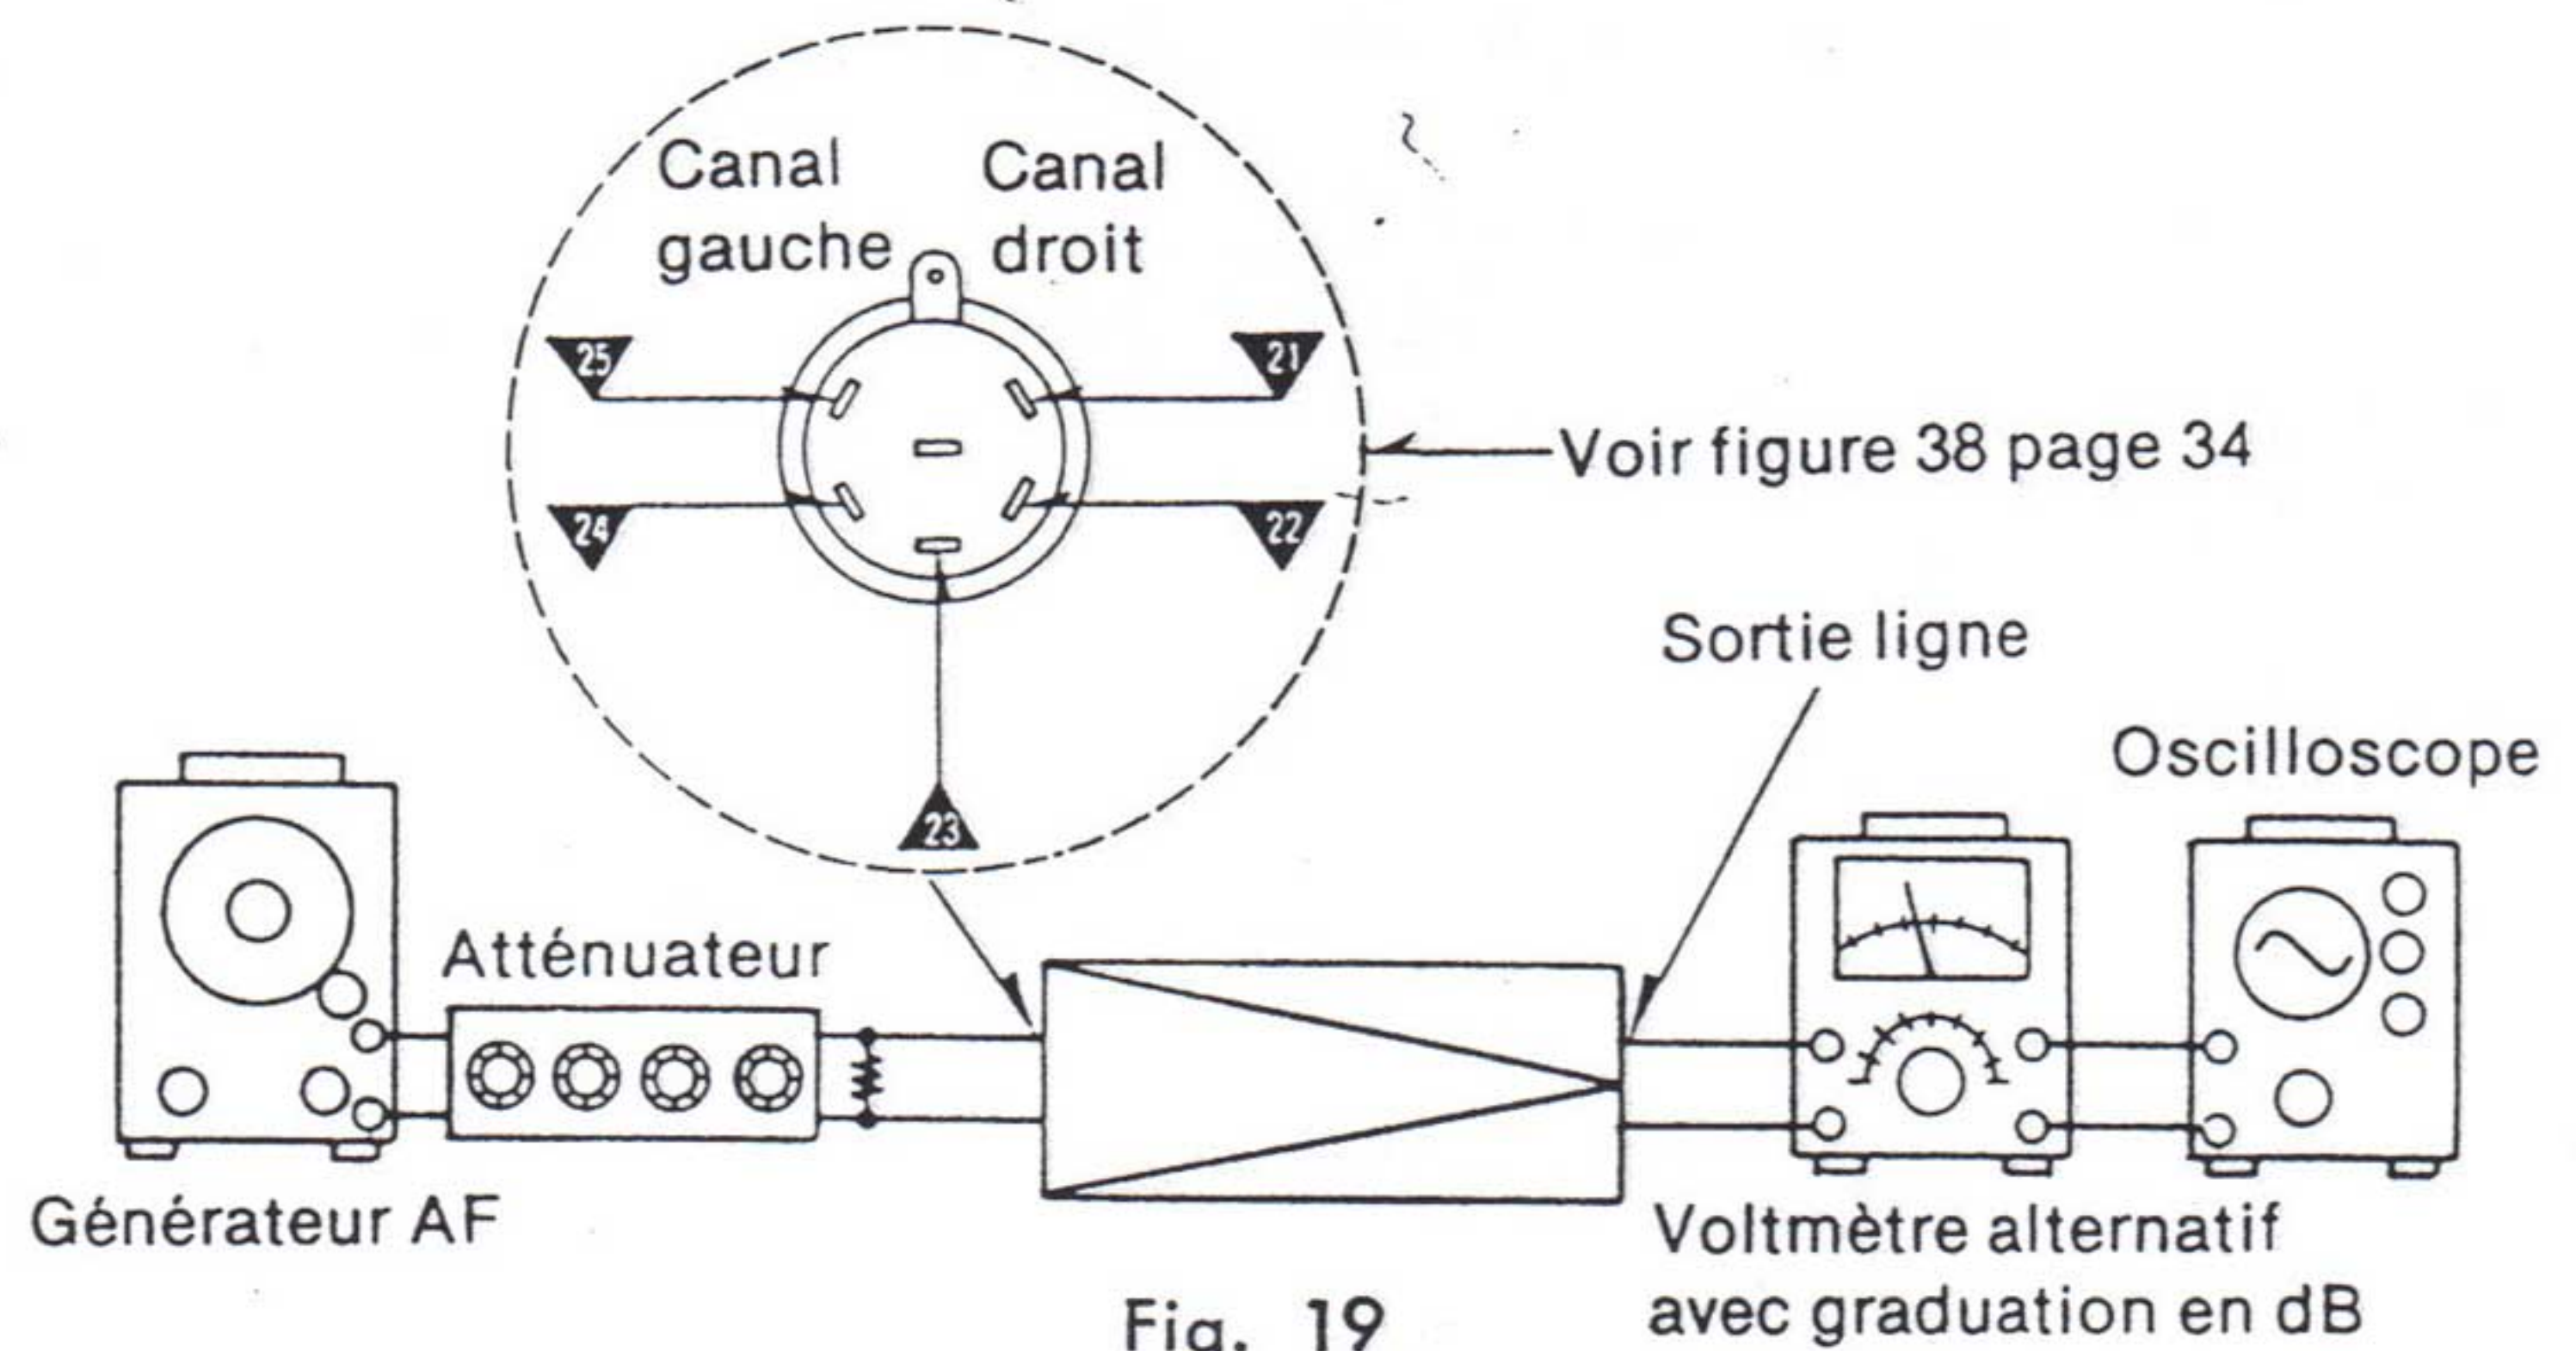

Fig. 19
1. Les appareils de mesure se branchent selon la figure 19.
<p>2-2. Correction et niveau de lecture</p>	<ol style="list-style-type: none"> 1. Les appareils de mesure se branchent selon la figure 19. 2. Placez l'appareil dans les positions indiquées par la liste no 2. 3. Retirez le connecteur à 6 broches du câble des têtes côté amplificateur 4. Appliquez un signal à 333 Hz ($-78,5\text{dB}$) du générateur AF, à travers l'atténuateur, entre TP25 et TP24 (masse) pour le canal gauche (L-CH) ou entre TP21 et TP22 (masse) pour le canal droit (R-CH) sur le connecteur du câble des têtes. 5. Mesurez le niveau de sortie sur le jack LINE OUT (les deux canaux). 6. Puis, faites passer le signal du générateur à 10kHz. 7. Vérifiez que le niveau de sortie sur le jack LINE OUT se situe à $-12\text{dB} \pm 0,5\text{dB}$ au-dessous de celui obtenu au palier 4 ci-dessus. 8. Si la valeur mesurée est hors tolérances, réglez la commande de correction VR (VR201 pour le canal gauche, VR202 pour le droit) afin d'obtenir la valeur normale. (voir emplacements des organes de réglage en page 33). 9. Revenez avec le signal de l'oscillateur sur 333 Hz ($-78,5\text{dB}$) comme au palier 4 ci-dessus. 10. Le niveau de sortie sur le jack LINE OUT doit être de $0,42 \pm 0,05\text{V}$. 11. Si la valeur mesurée est hors tolérances, réglez la commande de gain de lecture VR203 (canal gauche) ou VR204 (canal droit). 12. Placez le sélecteur de bande S5 en position "CrO₂". 13. Faites passer le réglage du générateur de 333 Hz à 10kHz comme lors des paliers 4, 5 et 6 ci-dessus. 14. Vérifiez que le niveau de sortie sur le jack LINE OUT est inférieur de $-4,5 \pm 0,5\text{dB}$ à la valeur mesurée au palier 7 ($12 \pm 0,5\text{dB}$).